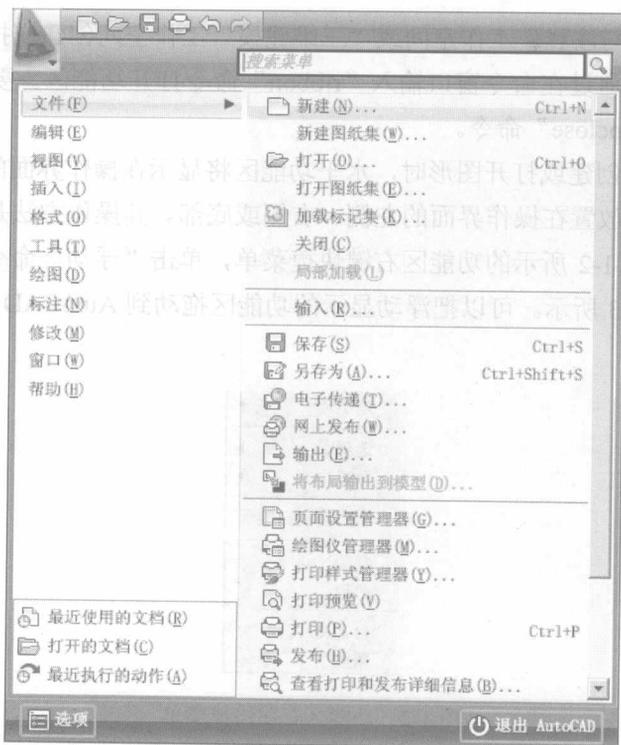

图 1-4 菜单浏览器的菜单栏
(1) 单击  (菜单浏览器) 按钮，弹出如图 1-4 所示的菜单栏。